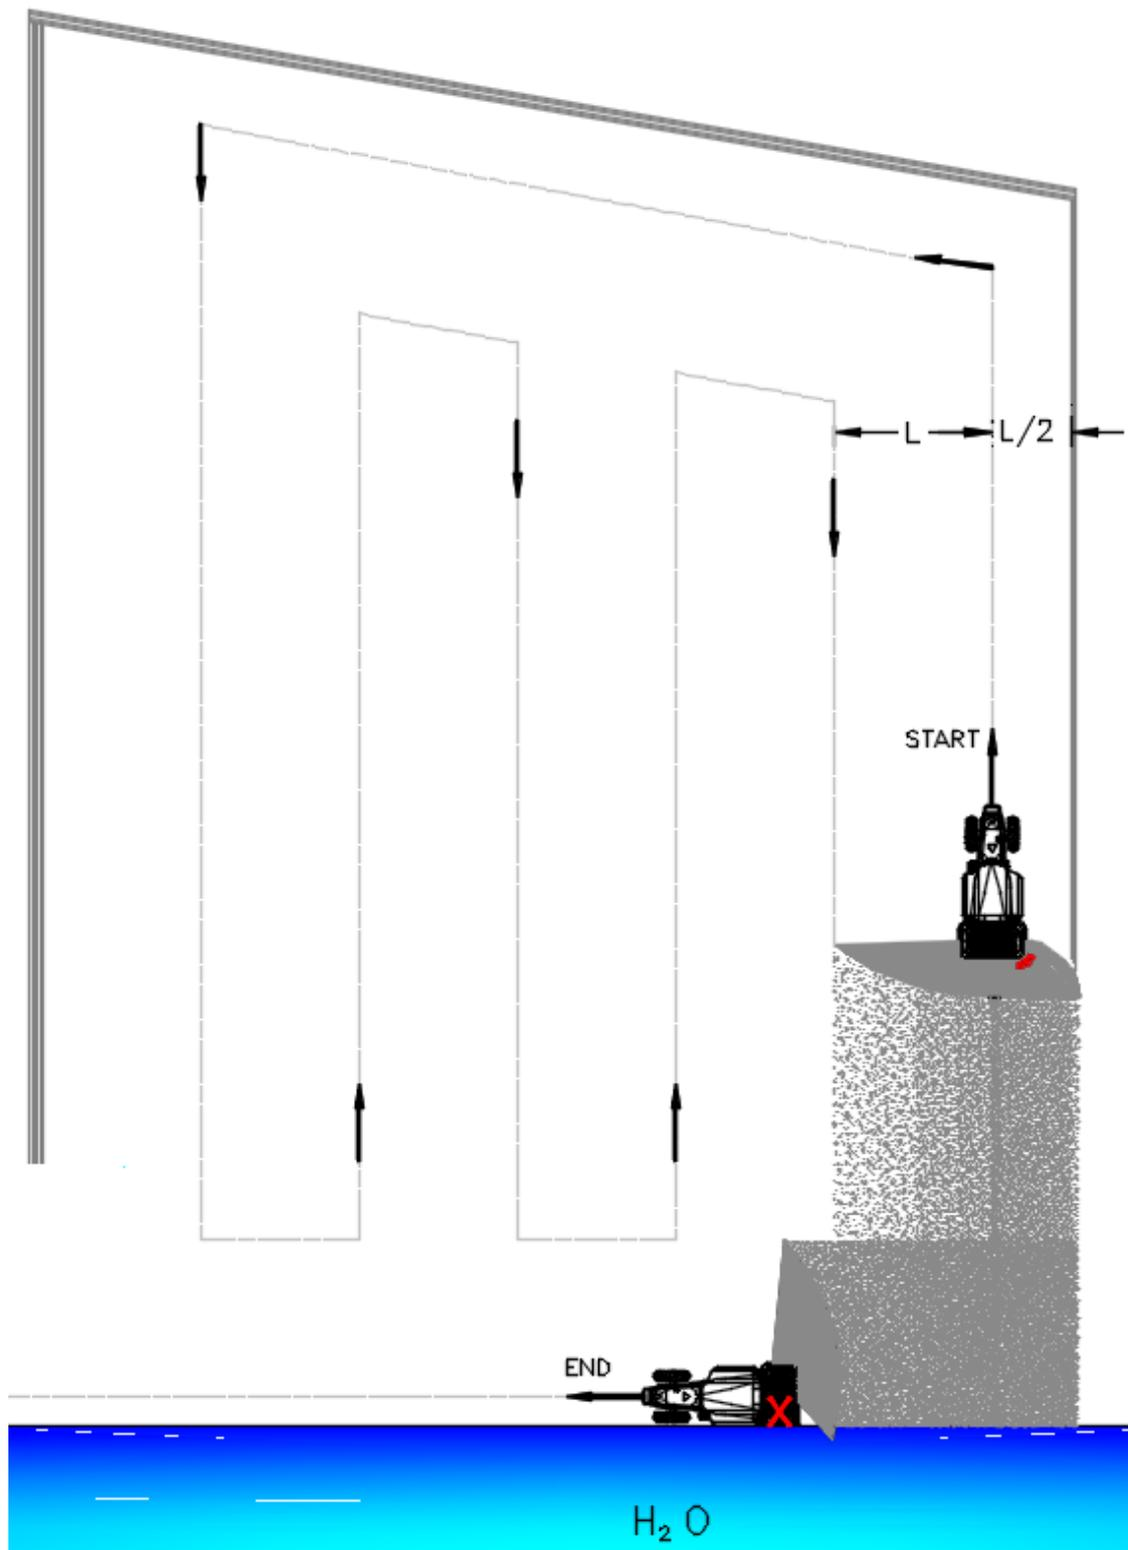

Figura 12.1 – Ex. de espalhamento no terreno
- 4) No esquema apresentado na página seguinte (*Figura 12.1*) demonstra-se, a título de exemplo, uma de várias abordagens possíveis no que diz respeito à espalhamento no terreno de fertilizantes ou sementes. O objetivo é garantir um espalhamento completa, sem falhas nem repetições sobre a área a cobrir, respeitando as normas e as limitações dos terrenos.